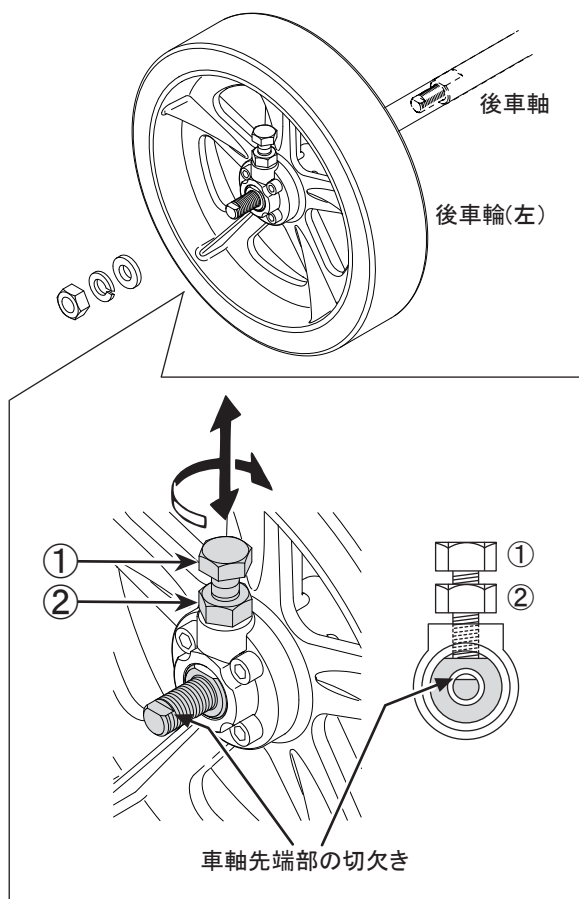

図 13
後車輪(左側)を固定する時は、車軸先端部の切欠きと車軸位置を必ず図のように合わせてボルト①を締め付けます。固定のためにナット②を締め込みます。(図13)